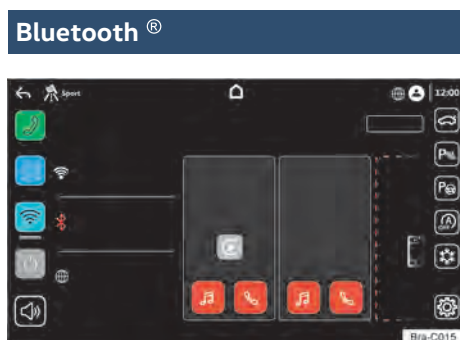

Fig. 116 Conectar via Bluetooth.
- Dependendo da versão do rádio, é possível conectar 2 dispositivos simultaneamente. Para estabelecer qual a função do dispositivo, selecionar o botão telefone  para utilizar as funções de telefone e selecionar o botão mídia  para utilizar as funções de mídia → Fig. 116.